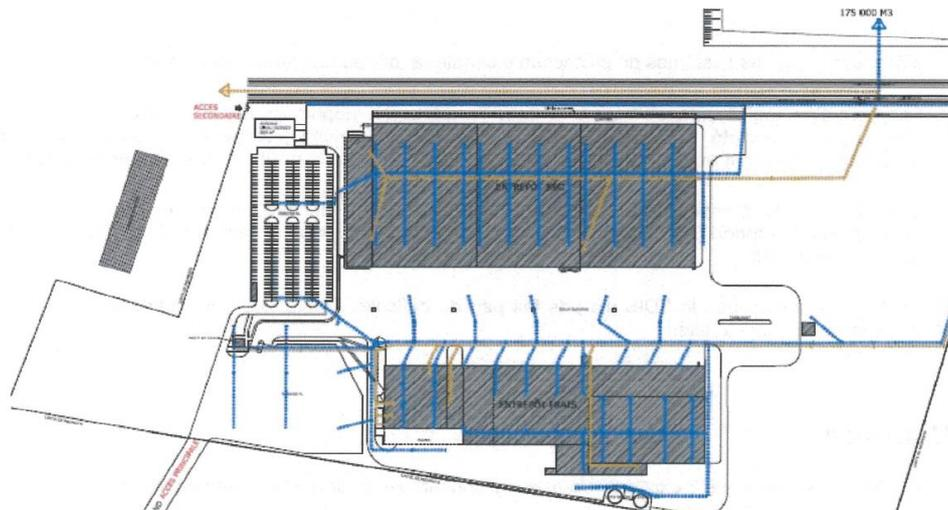

Figure 5 : Plan de masse du site
| Figure 5  | : Plan de masse du site .....  | 10 |
Afin d'illustrer la mise en application de l'outil Flumilog sur une configuration réelle, le cas de l'incendie du site Carrefour de Crépy-en-Valois (60), survenu le 5 décembre 2013 a été exploité. Cet incendie est survenu dans le bâtiment entrepôt sec d'un site comportant un entrepôt frigorifique et un entrepôt produits secs dédié au stockage de différents types de denrées alimentaires. L'entrepôt sec comporte trois cellules, la cellule 1, à gauche de l'entrepôt sec sur la représentation de la Figure 5, comporte un stockage d'aérosols, les 2 autres cellules divers produits alimentaires secs.